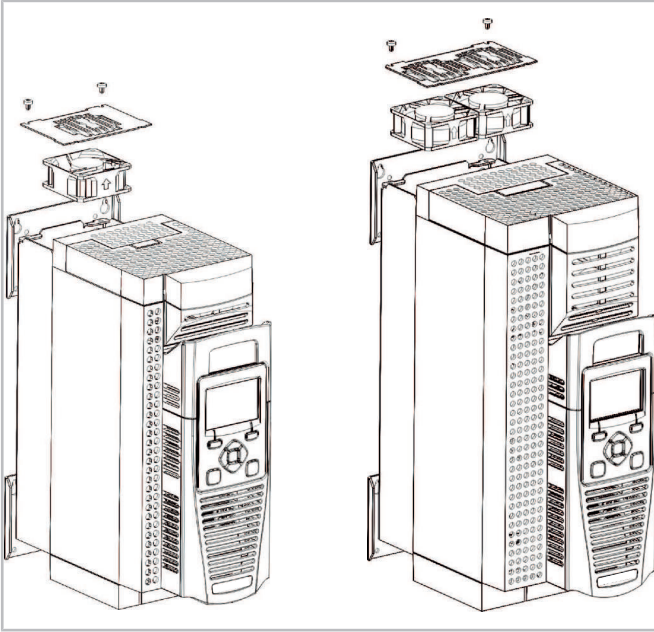

Fig. 30: Remplacement des ventilateurs dans le dissipateur de chaleur
- Retirer le ou les ventilateur(s), retirer les fiches du câblage et insérer le ou les nouveau(x) ventilateur(s). S'assurer que la face de ventilateur correcte est bien tournée vers le haut. (voir figure 30, page 125).